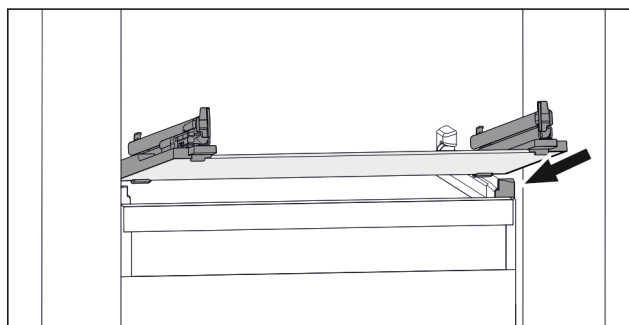

Fig. 51 Az üveglap példaként szolgáló ábrázolása
- ▶ Helyezze a fiókot ferdén az ütközők mögé. (lásd Fig. 51)